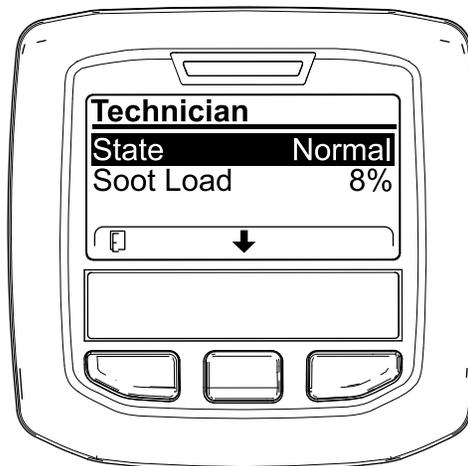

図 38
- DPF 稼働記録表で、現在の DPF の状態を確認する 図 38。